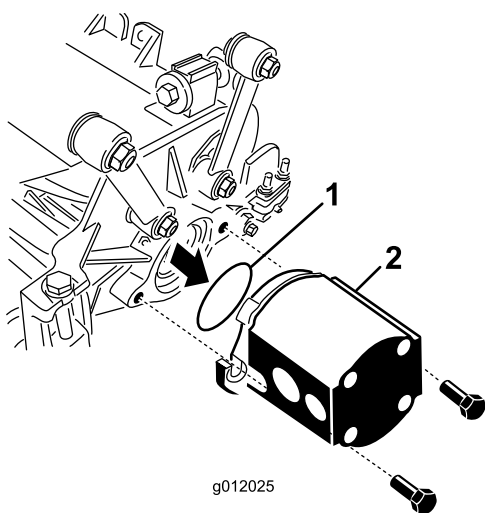

Figura 25
caperuza suministrados con la unidad de corte (Figura 25).
5. Inserte la junta tórica (suministrada con la unidad de corte) sobre la brida del motor de transmisión (Figura 25).